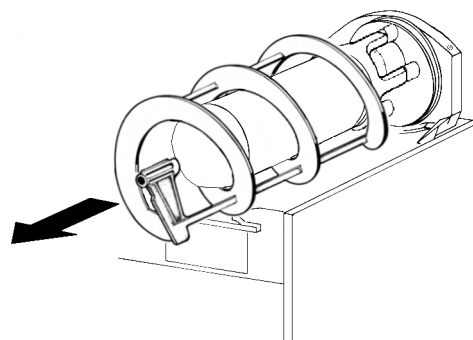
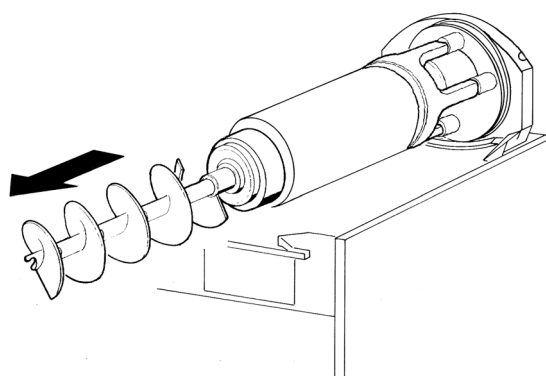

figura 7
figura 8
- 3 Sfilare dall'evaporatore la spirale esterna (vedere figura 7) e successivamente l'elica interna (vedere figura 8).